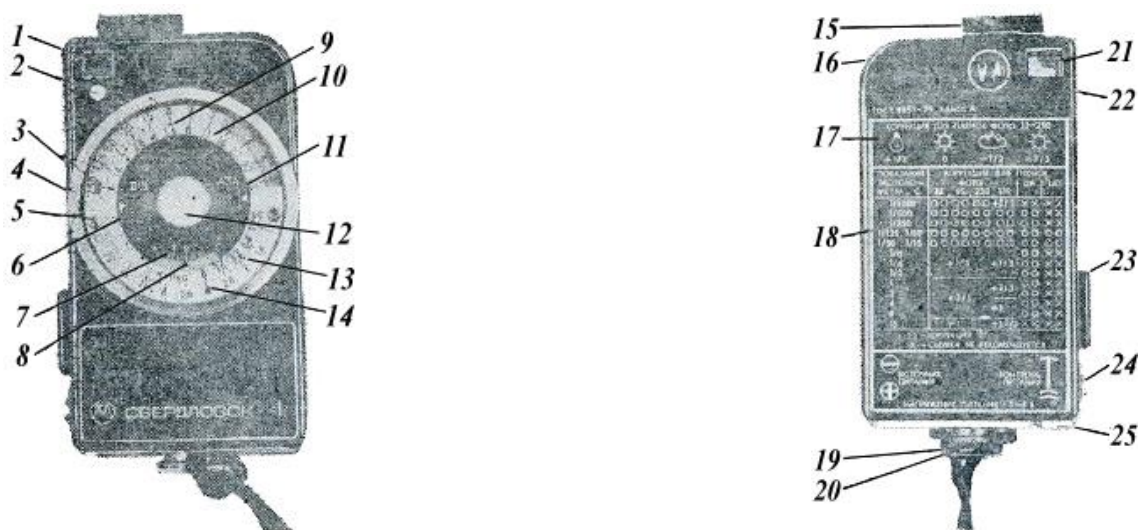
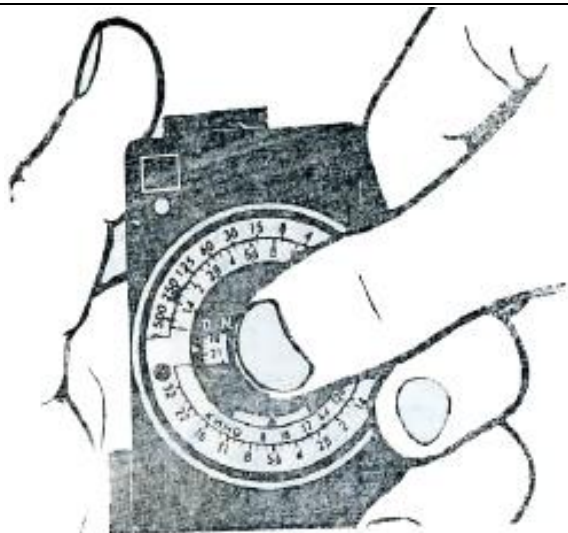
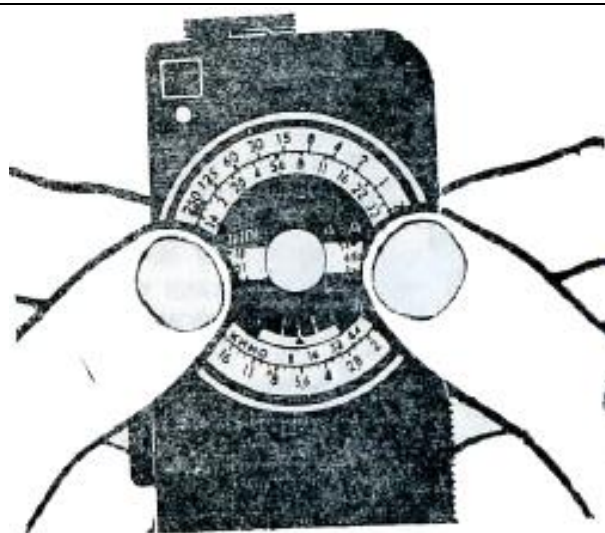

Рис. 1. Устройство экспонометра
Рис. 2. Установка шкалы коррекции
Рис. 3. Установка шкалы светочувствительности
1. Поворотом диска **12** (рис. 1) установить величину коррекции по шкале **7** (в случае отсутствия коррекции поставить шкалу на «0»), как показано на рис. 2).
2. Повернув шкалу **10** диафрагм (см. рис. 1) за выступы **5**, установить светочувствительность плёнки по шкале **11** или по шкале **6**, как показано на рис. 3.
3. Исходя из выбранного метода измерения, установить насадку **15** (см. рис. 1) с молочным стеклом, повернув её вокруг осей в соответствующее положение.
5. Средним пальцем правой руки нажать клавишу включения 23 (см. рис. 1) и, не сводя экспонометр с объекта съёмки или с направления на камеру, проделать следующее:
– закрыть входное окно светоприёмника 22 (см. рис. 1) каким-либо непрозрачным материалом;
Начинающему фотолюбителю следует чётко соблюдать указания по светочувствительности плёнки, методам обработки и установке выдержки и диафрагмы с экспонометра. Все действия целесообразно записывать или запоминать и после обработки нескольких плёнок проанализировать результаты и определить необходимость введения коррекции (увеличения или уменьшения выдержки, которую показывает фотоэкспонетр). Для установки коррекции на экспонометре имеется специальная шкала 7 (см. рис. 1), а для учёта коррекции фотоплёнок в зависимости от источника освещения – таблица 17 с символами, обозначающими искусственное освещение; солнечное освещение; солнце за облаками; солнца не видно, но оно освещает атмосферу.